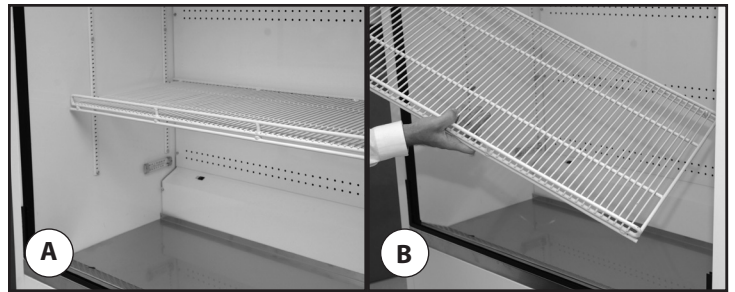

Fig. 1. Retournez l'étagère.
1. Retournez la clayette. L'arrière de l'étagère devient alors l'avant. Voir fig. 1.